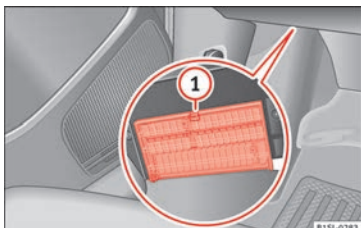

Abb. 82 Auf der Fahrerseite unter der Instrumententafel: Abdeckung des Sicherungskastens.
- **Öffnen:** Verriegelungshebel » » **Abb. 82** ① drücken, bis sich die Abdeckung öffnen lässt. Abdeckung nach unten aufklappen.
- **Schließen:** Abdeckung entgegen der Pfeilrichtung nach oben klappen, bis diese hörbar in den Verriegelungshebel ① einrastet.